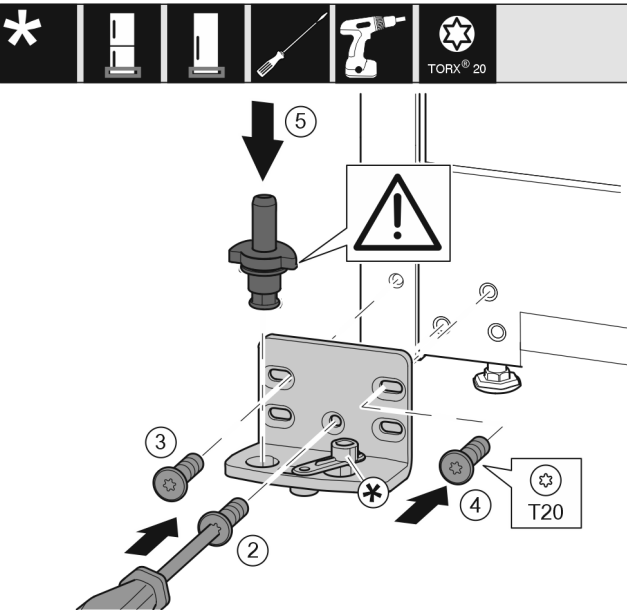

Fig. 16
- Aseta laakerijalusta toiselle puolelle ja kiinnitä ruuvimeisselillä. Aloita ruuvista Fig. 16 (2), joka on alhaalla keskellä.
- Kierrä ruuvi Fig. 16 (3) ja ruuvi Fig. 16 (4) kiinni.
- Aseta laakeripultti Fig. 16 (5) kokonaan paikalleen. Varmista tällöin, että lukitusnokka osoittaa taaksepäin.